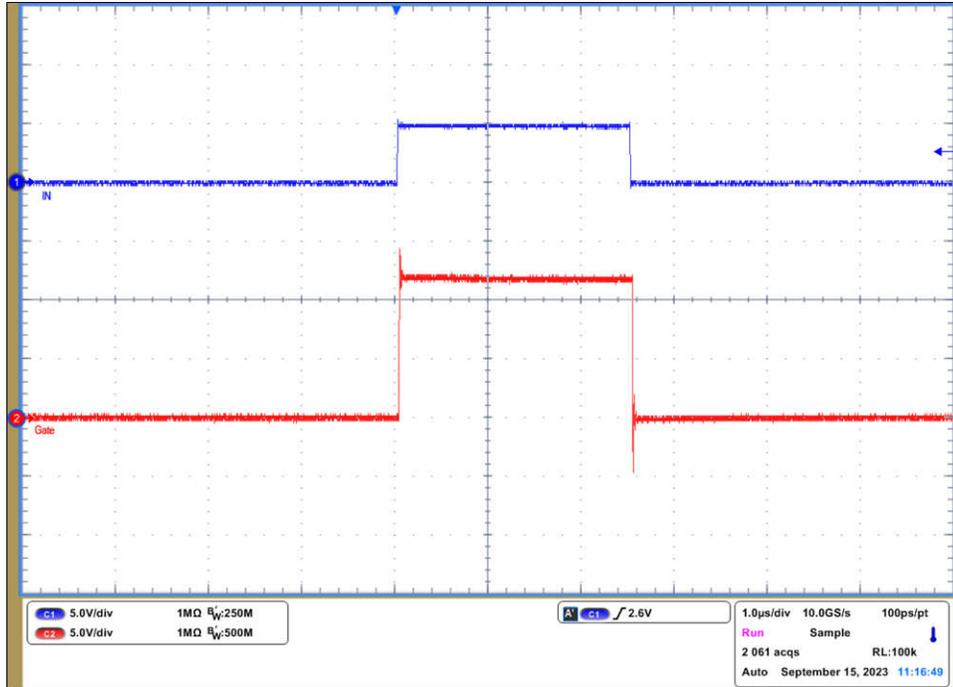

图 3-2. 输入和输出波形示例 (蓝色是 PWM 输入，红色是驱动器输出)
- a. 示波器通道 1 和通道 2 上具有稳定脉冲输出，请参阅图 3-2。